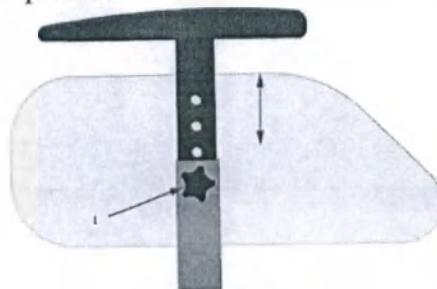

Рис.1.6
5.4.4 Кресла оснащены съёмными подлокотниками, имеющими мягкие накладки на поручнях. Для снятия подлокотника, разожмите барашек (поз.1, рис.1.6) и поднимите подлокотника вверх. Для регулировки подлокотника по высоте ослабьте барашек 1 (рис.1.6) и извлеките его из отверстия, потом отрегулируйте высоту относительно отверстий. Затяните барашек.